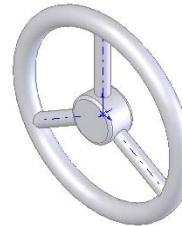

图 4-45 圆角后的图形
**21** 设置视图方向。单击“标准视图”工具栏中的“等轴测”图标 $\text{等轴测}$ ，将视图以等轴测方向显示，结果如图 4-45 所示。